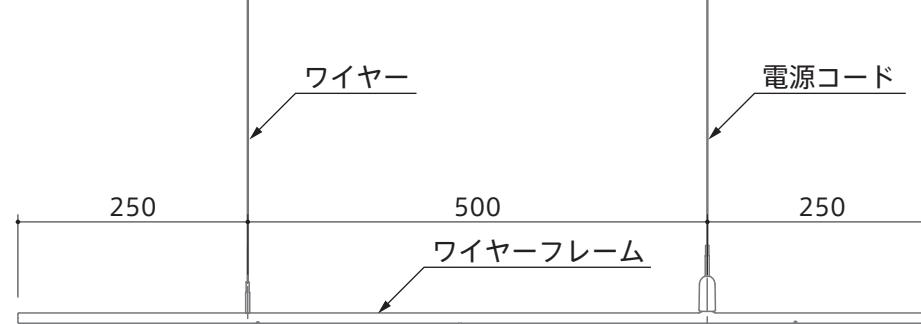

図2
1. 設置する台数分の天井取付部品とカバーキャップ上部の取付位置に印をつけます。 (図1、図2)
- ※ 直線に連結する場合は印が直線上に並ぶようにしてください。 (図2)
- ※ 角度をつけて連結する場合は、ジョイント金具 (SFHL - HERACLEUM - ELB90 / SFHL - HERACLEUM - ELB135) を使用するため、ジョイント金具の寸法も入れて印をつけてください。 (図2、図4)